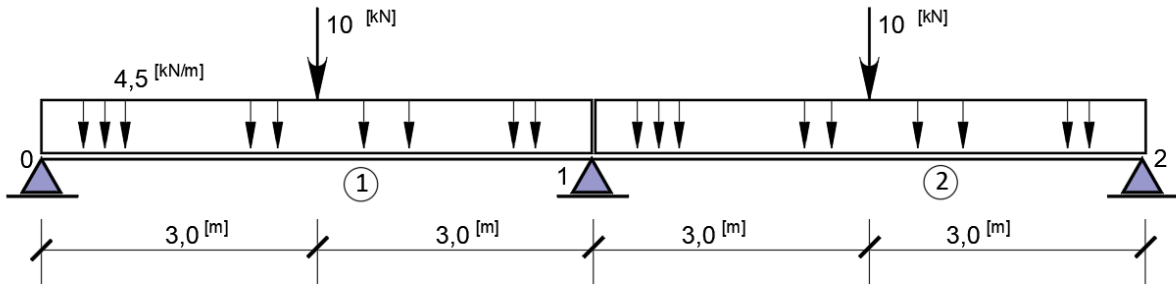

Figura 15. Viga hiperestática com dois vãos.
1.3.10 Exercício 10: Calcular e desenhar diagrama dos esforços seccionais de viga contínua ilustrada na Figura 15.